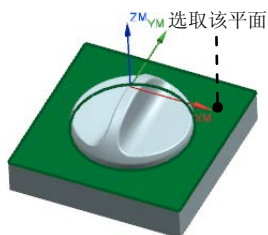

图 3.22 指定切削区域
Step2. 选取图 3.22 所示的面为切削区域，在“切削区域”对话框中单击**确定**按钮，完成切削区域的创建，同时系统返回到“底面壁”对话框。